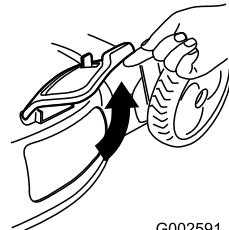

Figure 41
- Soulevez et ouvrez le volet d'éjection latérale (Figure 41).